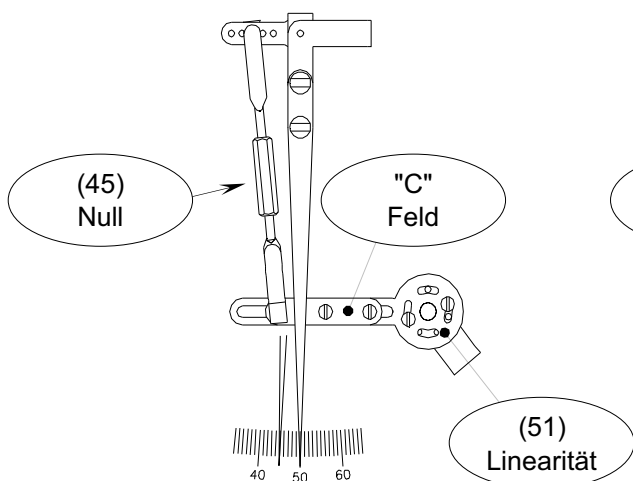

Fig. 8.1.1
Um eventuelle kleine Abweichungen des schwarzen Zeigers der gemessenen Variable vom realen Wert zu korrigieren, den sechseckigen Teil des Verbindungsstabes (45) drehen (siehe Fig 8.1.1 und 8.1.2).
Siehe Fig. 8.1.1 für Temperatur- und Druckelemente.